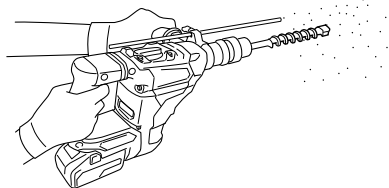

Fig. 13
1. Taladrar orificios (Fig. 13)